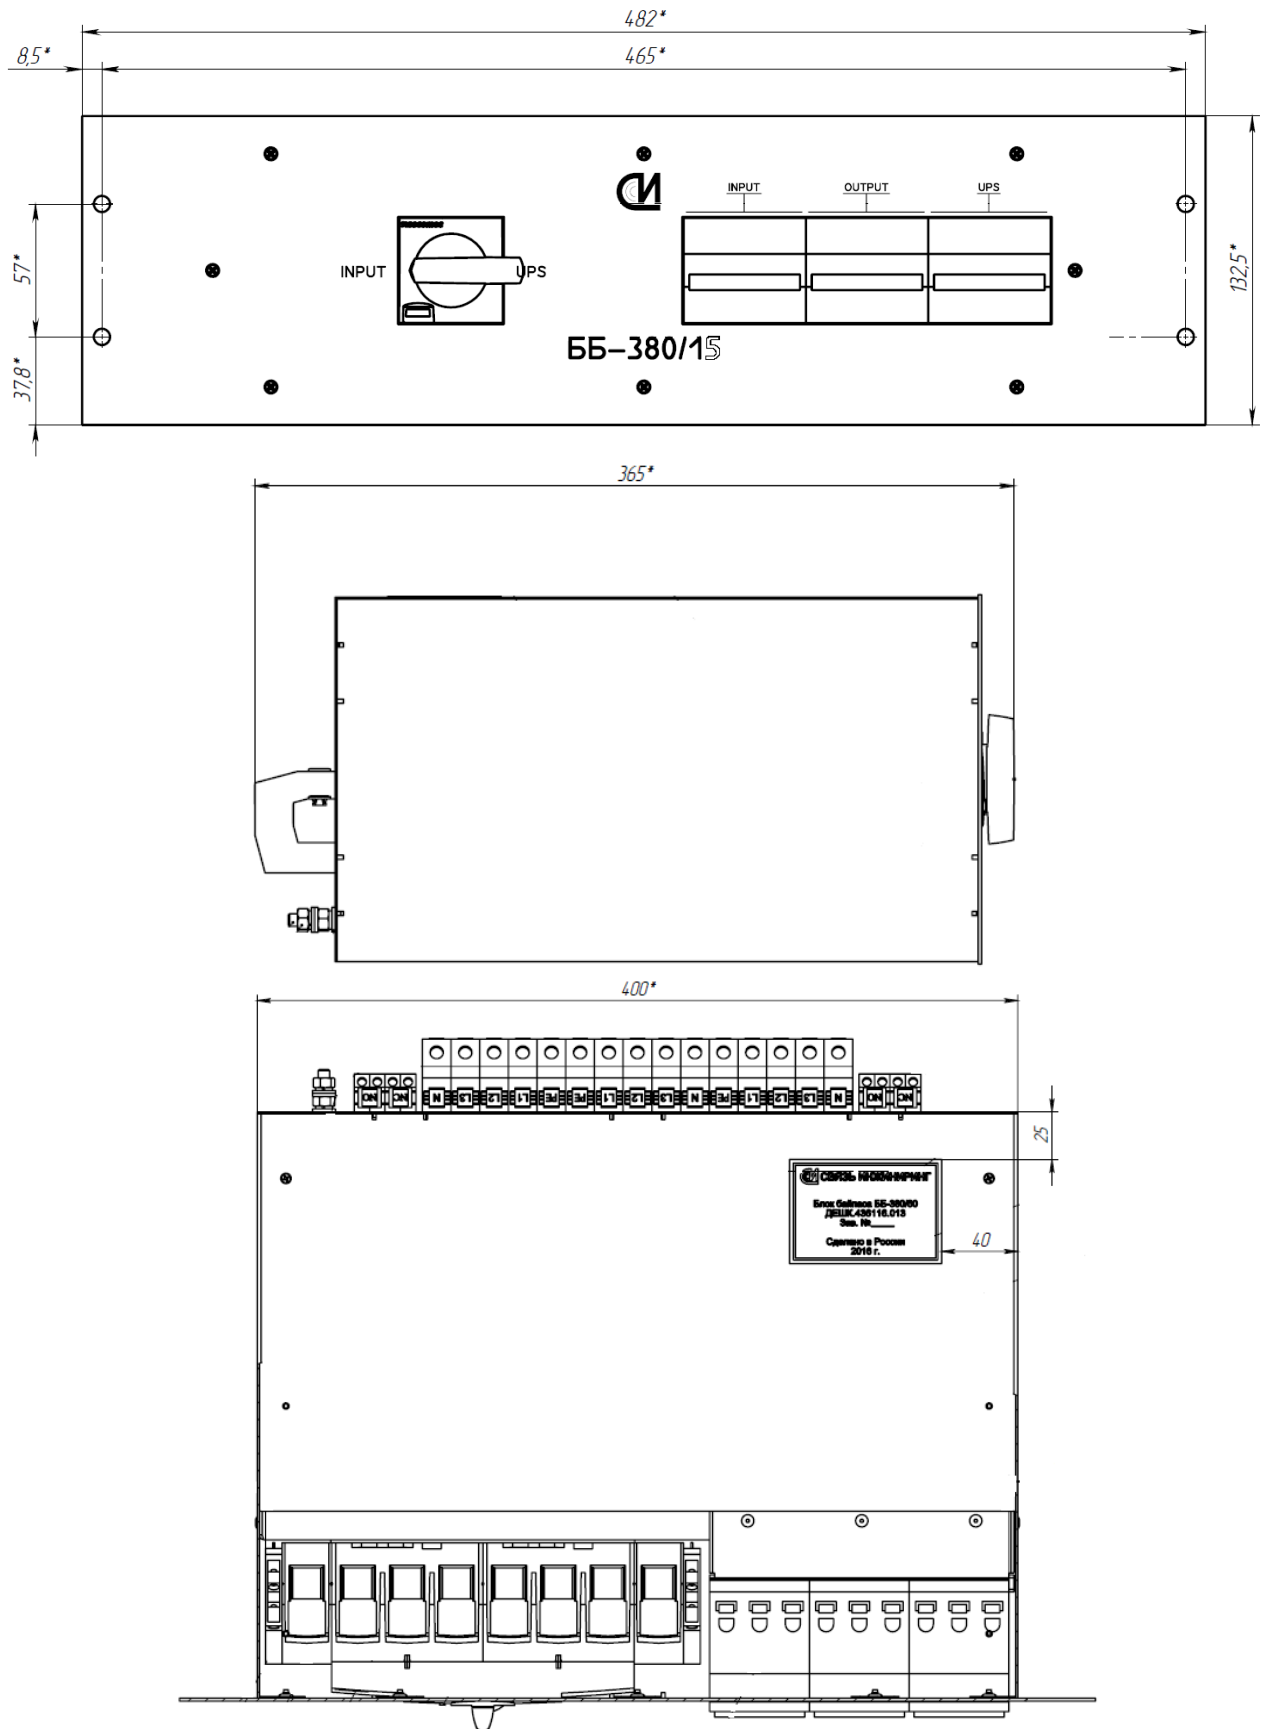

Рис. 1.
2.6 Общий вид и габаритные размеры блока байпаса ББ-380/15 приведен на рис.1.
5.1 Конструктивно блок байпаса ББ-380/15 выполнен в виде съемного блока (крейта) прямоугольной формы с присоединительными и установочными размерами, соответствующими ГОСТ 28601-90. Общий вид и габариты блока байпаса ББ-380/15 приведены на рис.1.